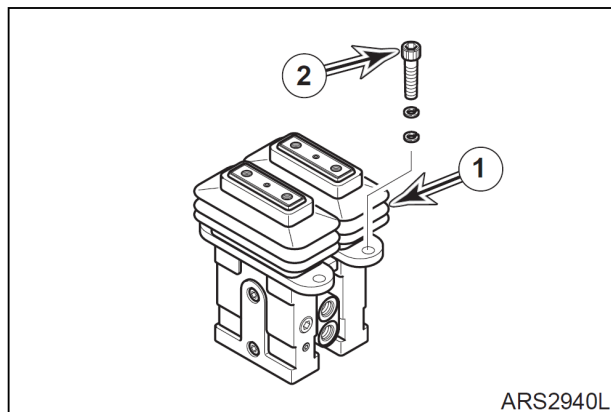

Рис. 49
1. Поставить клапан педали (1, рис. 49) на пол кабины и установить четыре болта с шайбами (2).